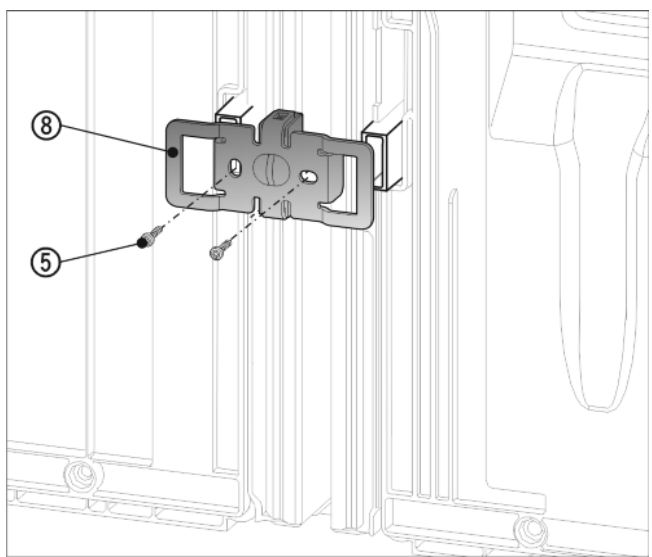

Fig. 12
- ▶ Uholník Fig. 12 (8) opätovne posuňte s vybraniami nad uchytenie pre dištančné držiaky na stenu.
- ▶ Priskrutkujte ho pomocou 2 skrutiek Fig. 12 (5).